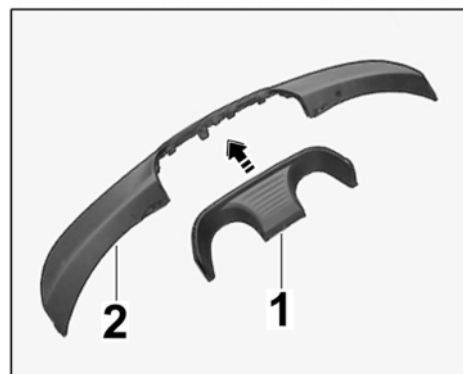

Bild 47
- 9.3 Blende Endrohr $\Rightarrow$ Bild 47 -1- in Heckschürze $\Rightarrow$ Bild 47 -2- clipsen.